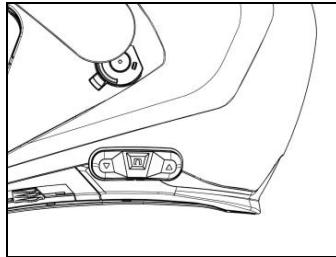

Fig. 22
- Korrekt placering av knappssatsen visas i Fig. 22.